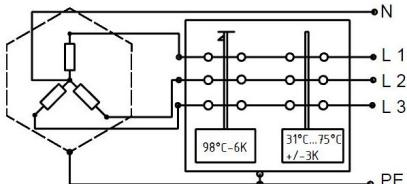

Figura 1: collegamento trifase 400 V (alla consegna)
22. Attivare la connessione elettrica (figura 1 o 2) facendo attenzione che la tensione sia corretta. Prima della prima messa in funzione, verificare nuovamente l'intero cablaggio confrontandolo con lo schema.
23. I riscaldatori ad immersione filettati vengono forniti cablati in circuito a stella trifase 400 V e predisposti per il comando diretto (figura 1). Il centro stella non deve essere collegato con il cavo di protezione. Con potenze fino a 3 kW è altresì possibile un collegamento monofase con comando diretto per 230 V. Il riscaldatore deve essere cablato come da